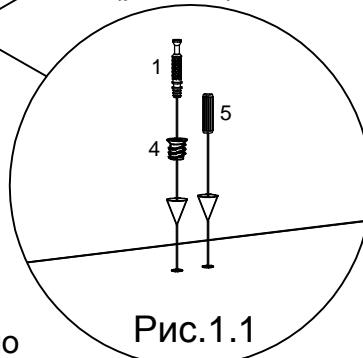

Рис.1.1
Столешницу (I) положить на ровную поверхность, отверстиями вверх. Вбить футорки (4) и шканты (5) (Рис.1). В футорки закрутить дюбеля стяжек-эксцентриков (1) (рис.1.1).